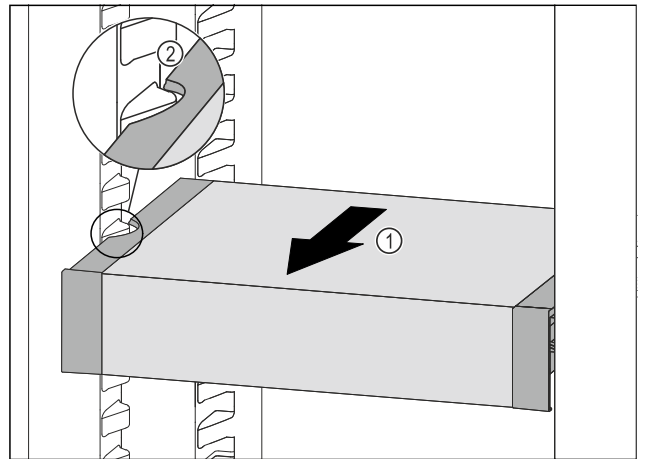

Fig. 113
- ▶ Húzza előrefelé a VarioSafe fiókot annyira Fig. 113 (1), hogy a VarioSafe oldalsó kivágásai a hűtőrészben a tartó-borda magasságában legyenek. Fig. 113 (2)